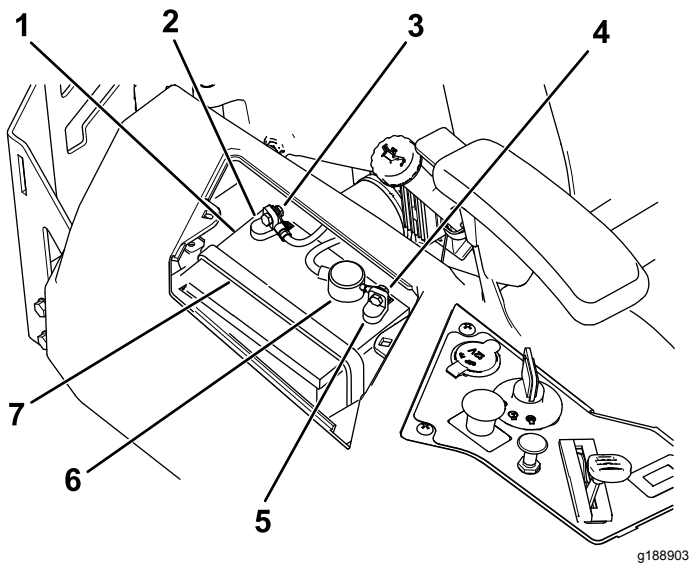

Figura 57
4. Staccate il cavo negativo (nero) di terra dal polo della batteria (Figura 57).
6. Staccate il cavo positivo (rosso) dal polo della batteria (Figura 57).
7. Togliete il dispositivo di fissaggio della batteria (Figura 57) e togliete la batteria dal vassoio.
1. Posizionate la batteria nella cassetta (Figura 57).
5. Fissate la batteria con l'apposito dispositivo (Figura 57).